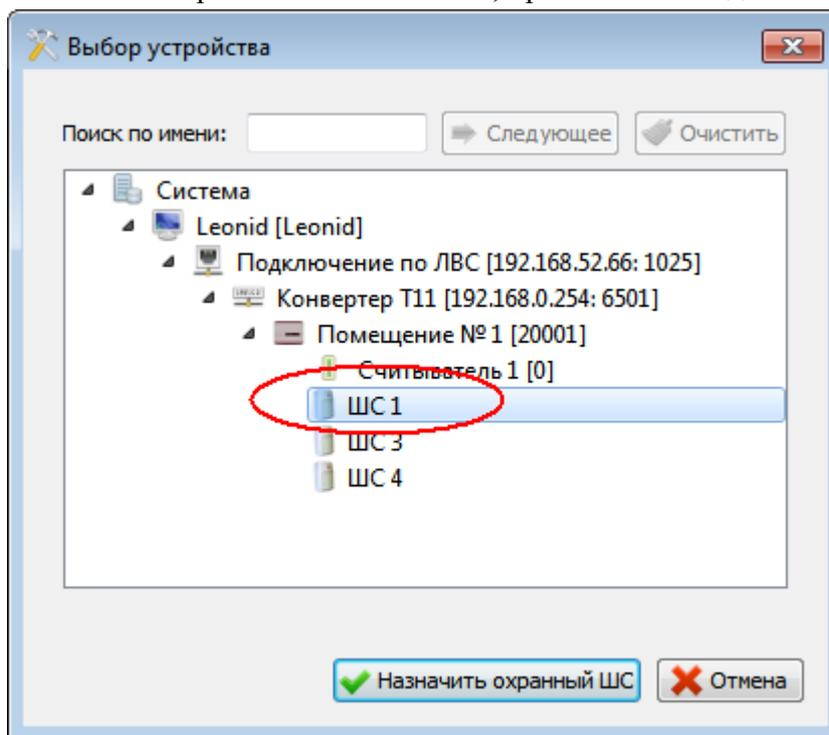

Рис. 62
- Нажмите кнопку «Привязка ШС». На экране появится окно «Выбор устройства» (Рис. 62). Последовательными нажатиями на значки ▲ разверните дерево аппаратуры и выберите ШС1 контроллера «Помещение № 1», после чего нажмите кнопку «Назначить охранный ШС». Окно «Выбор устройства» будет закрыто, а на кнопке «Привязка ШС» вкладки «Основные» отобразится название ШС, привязанного к данному шлейфу.
- Нажмите кнопку «Привязка ШС». На экране появится окно «Выбор устройства» (Рис. 62). Последовательными нажатиями на значки ▲ разверните дерево аппаратуры и выберите ШС3 контроллера «Помещение № 1», после чего нажмите кнопку «Назначить ШС». Окно «Выбор устройства» будет закрыто, а на кнопке «Привязка ШС» вкладки «Основные» отобразится название ШС, привязанного к данному шлейфу.